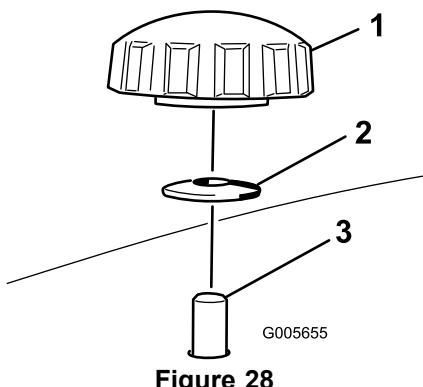
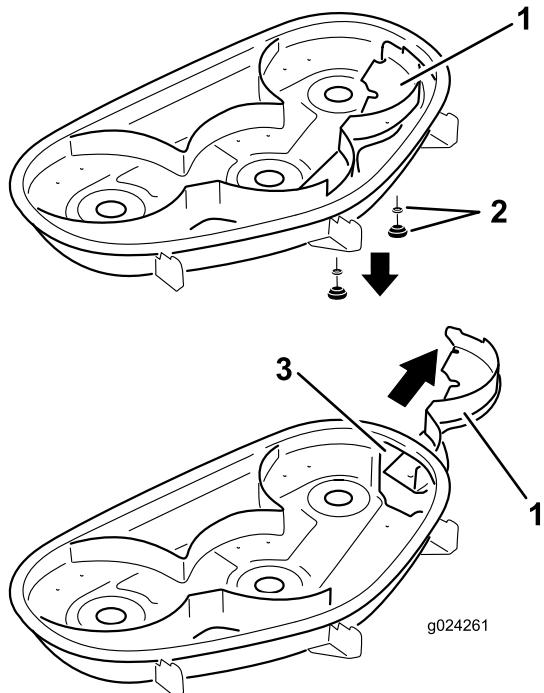

Figure 28
Figure 29
4. Retirez les 2 boutons et rondelles bombées qui fixent le déflecteur droit au plateau de coupe (Figure 28).
5. Déposez le déflecteur droit et abaissez le déflecteur d'herbe sur l'ouverture d'éjection, comme illustré aux Figure 28 et Figure 29.
5. Insérez le déflecteur droit sous le plateau de coupe et fixez-le en place avec 2 boutons et les rondelles bombées (face concave vers le plateau de coupe) comme montré à la Figure 28 et la Figure 29.